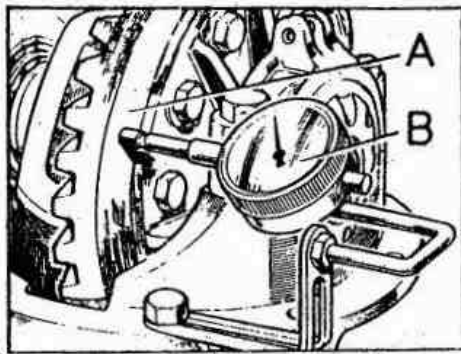

Fig. E -52 Verificación del centro de la corona
- 6.11. Con un micrómetro de esfera, B (Fig. E -52), se comprobará el alabeo de la corona en su parte posterior, A, el cual no debe ser superior a 0,004" (0,10 mm). Si se observase un descentrado excesivo, deben desmontarse la corona y caja de satélites, y volverse a colocar nuevamente en una posición distinta. Realizando de nuevo el montaje se verificará otra vez el descentrado repitiendo la operación hasta conseguir que aquél no exceda del valor máximo indicado.